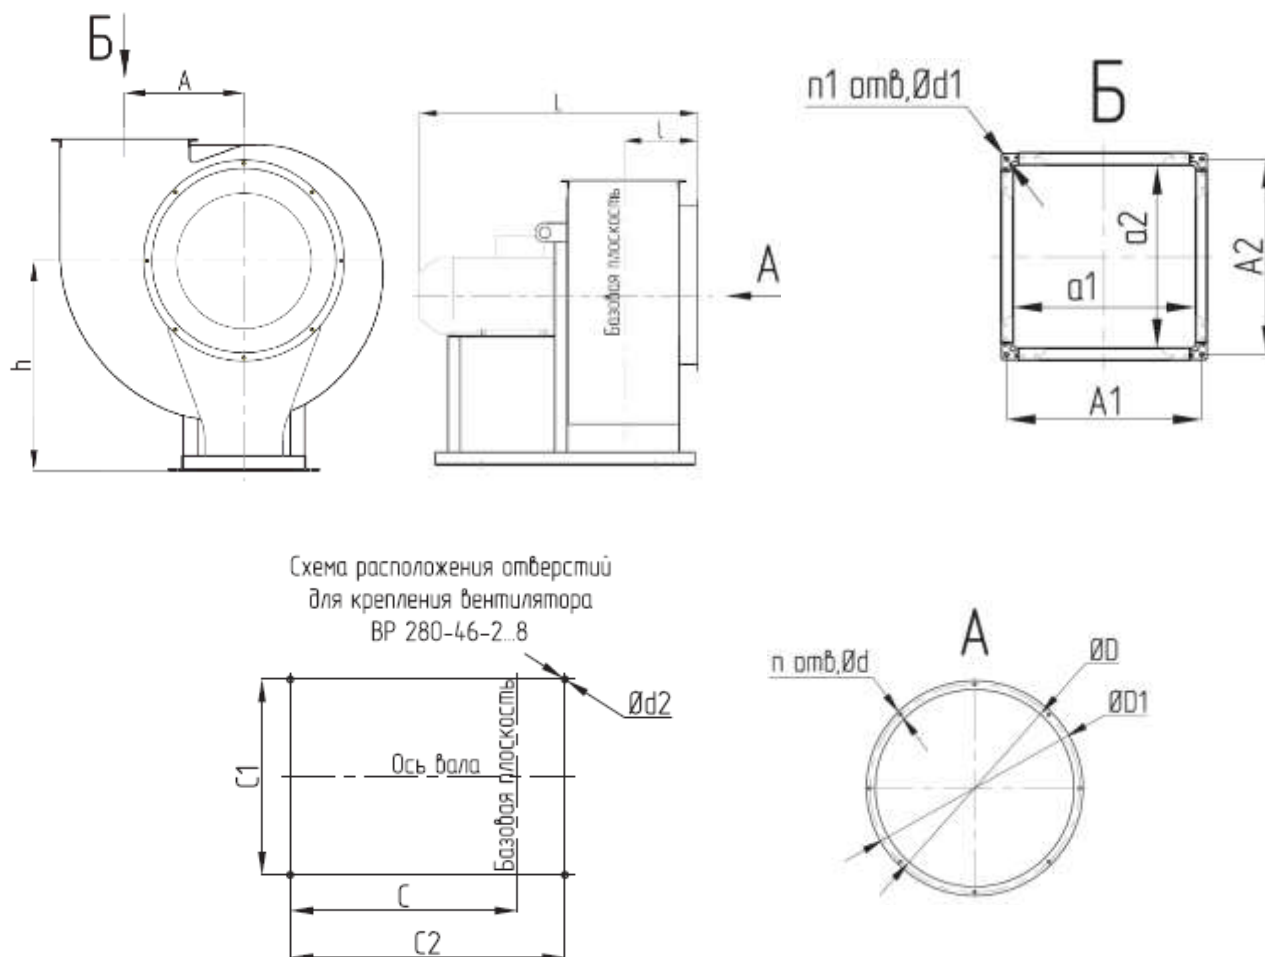

РИС. 1. Габаритные и присоединительные размеры вентиляторов ВР 280-46
1.2.2. Устройство вентиляторов, габаритные, присоединительные и установочные размеры вентиляторов указаны на рис. 1, рис. 2, табл. 1, табл. 2.